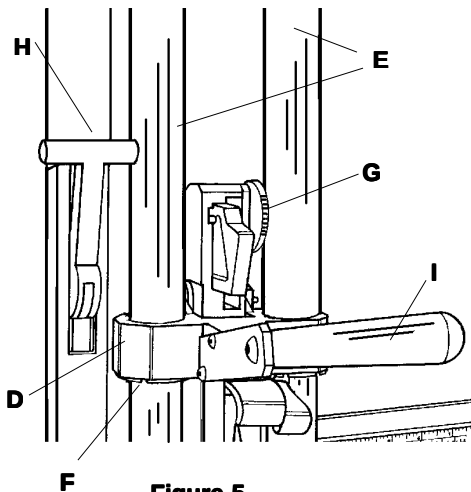

Figure 5
The **CUTTING HEAD (D)**, Figure 5, slides on two polished chrome plated steel **SHAFTS (E)** with 3 low friction **BUSHINGS (F)** for smooth operation. Each **PILLAR POST** can be placed in its slot and locked with the **SPEED SCREW (G)**.
Der **Schneidekopf (D) (Abbildung 5)** gleitet auf zwei **verchromten Stahlrohren (E)**. Drei fast abriebfreie **Buchsen (F)** sorgen für einen gleichmäßigen Betrieb. Jeder **Halter** kann in seine **Halterung** eingelegt und mit einer **Schnellspannschraube (G)** festgehalten werden.
La **TÊTE DE COUPE (D)** Figure 5, glisse sur deux **ARBRES** en acier chromé poli (E) avec des **ROULEMENTS (F)** à friction réduite pour obtenir un fonctionnement sans à-coups. Chaque **OUTIL** peut être introduit dans une fente et verrouillé à l'aide d'une **VIS DE SERRAGE**.